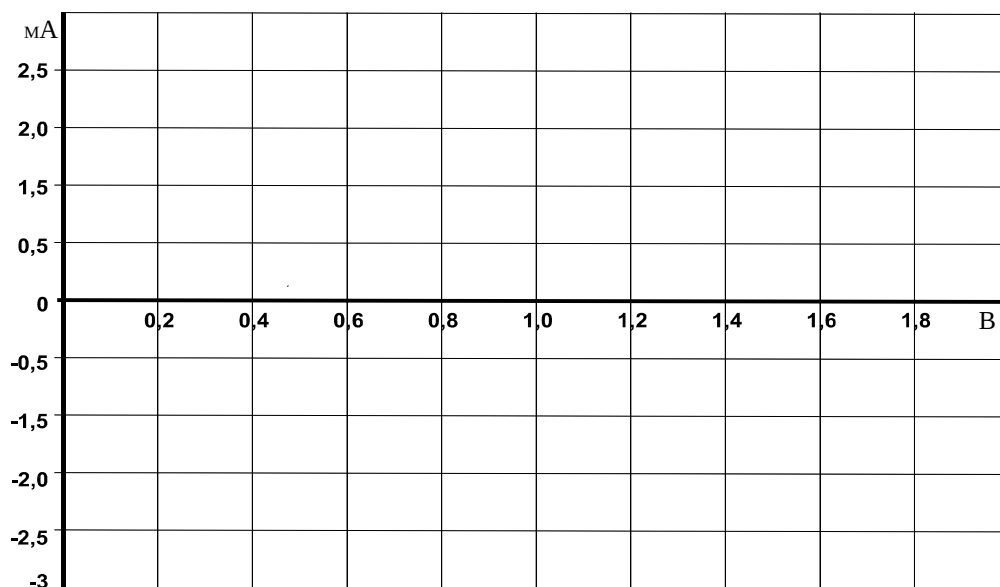

Рисунок 9
3.3. На рис. 9 постройте графики $I_{\text{у}}(U_{\text{ук}})$ при увеличении и уменьшении напряжения. На графике отметьте напряжения $U_{\text{отп}}$ и ток $I_{\text{отп}}$.